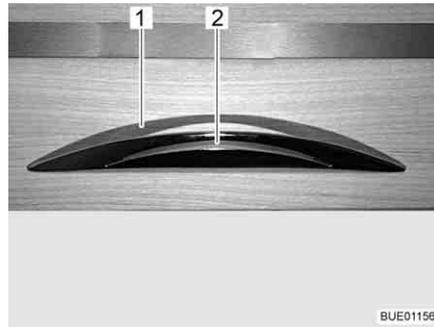

Bild 43 Möbelklappe mit Entriegelungsgriff
- Entriegelungsgriff (Bild 43,2) drücken und gedrückt halten.
- Am Entriegelungsgriff (Bild 43,1) ziehen, bis die Möbelklappe offen ist.